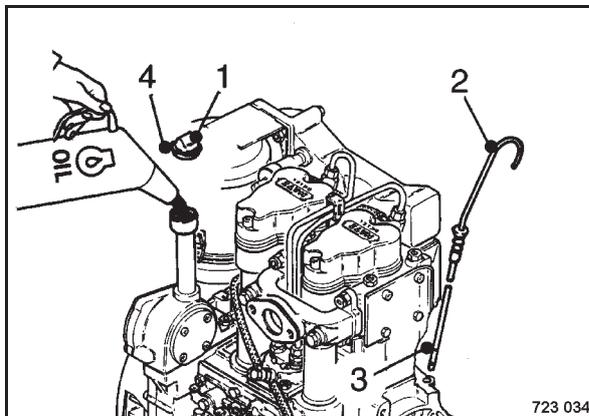

Bild 106
- Ölmeßstab 2 (Bild 106) herausziehen, mit faserfreiem, sauberem Lappen abwischen und bis zum Anschlag einstecken.